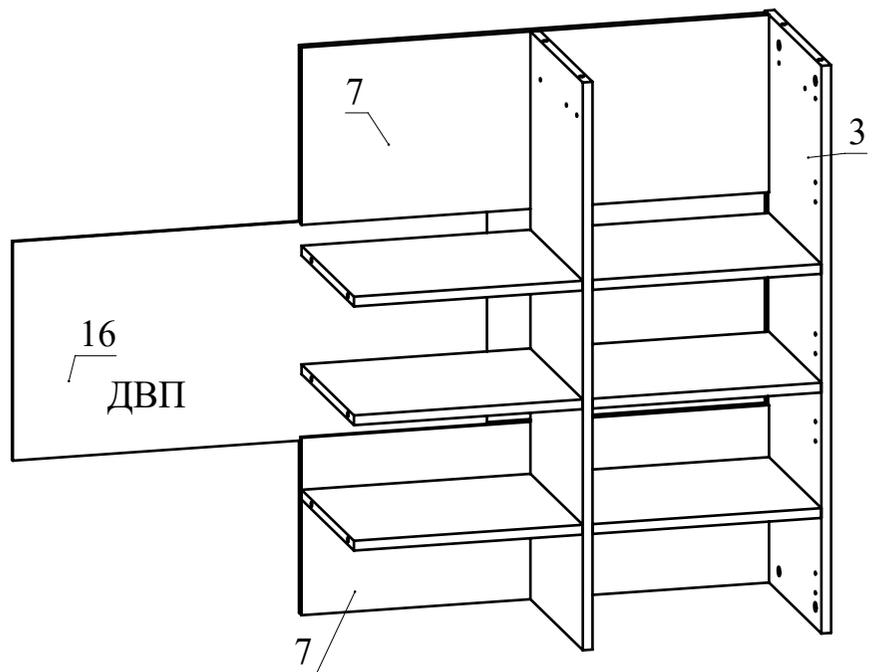
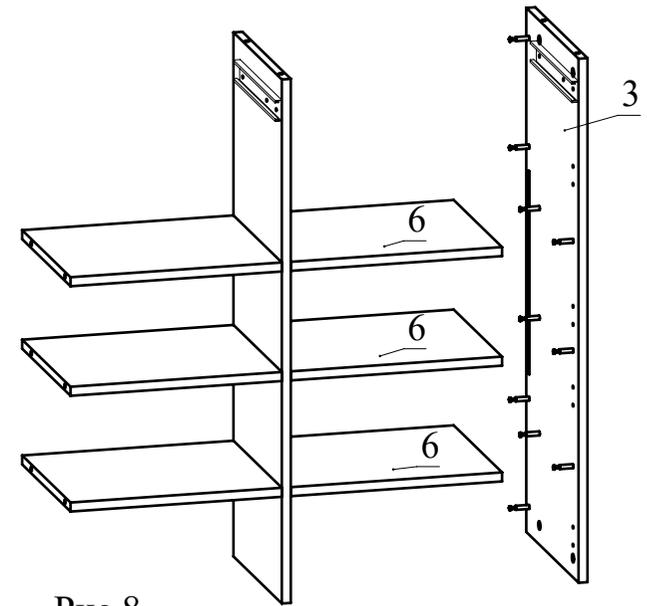
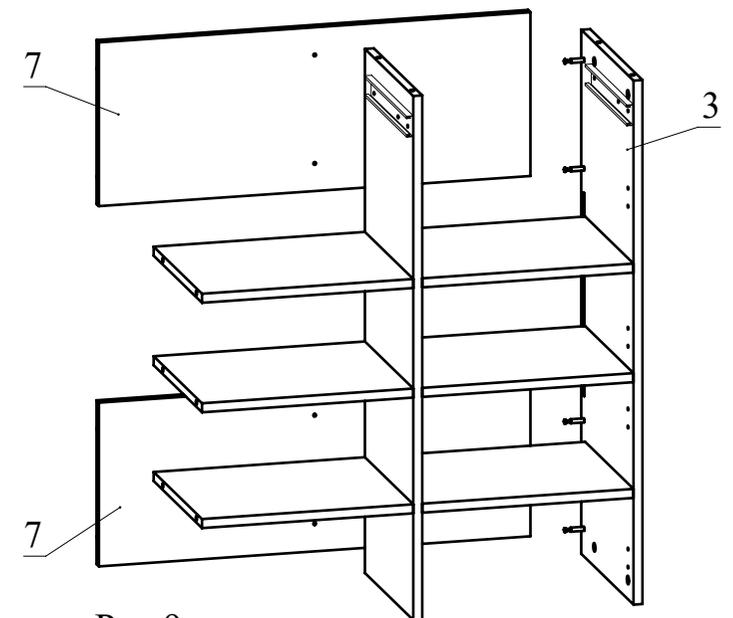

Рис.10
Рис.8
Рис.9
7. Последовательно соберите изделие, используя схемы (Рис. 8, Рис. 9, Рис. 10), затягивая головки минификсов конфирматным ключом по часовой стрелке до упора.